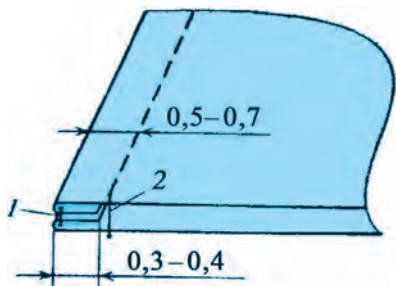

Рис.32. Двойной шов.
I. Выполнение образца двойного шва (рис. 32):